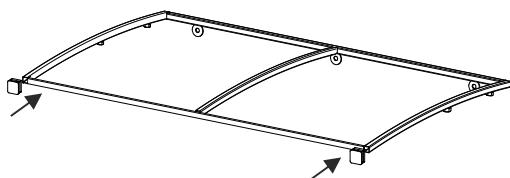

Рис.1
1. Возьмите пластиковые заглушки из комплекта поставки и установите их в отверстия рамки. *Рис. 1.*